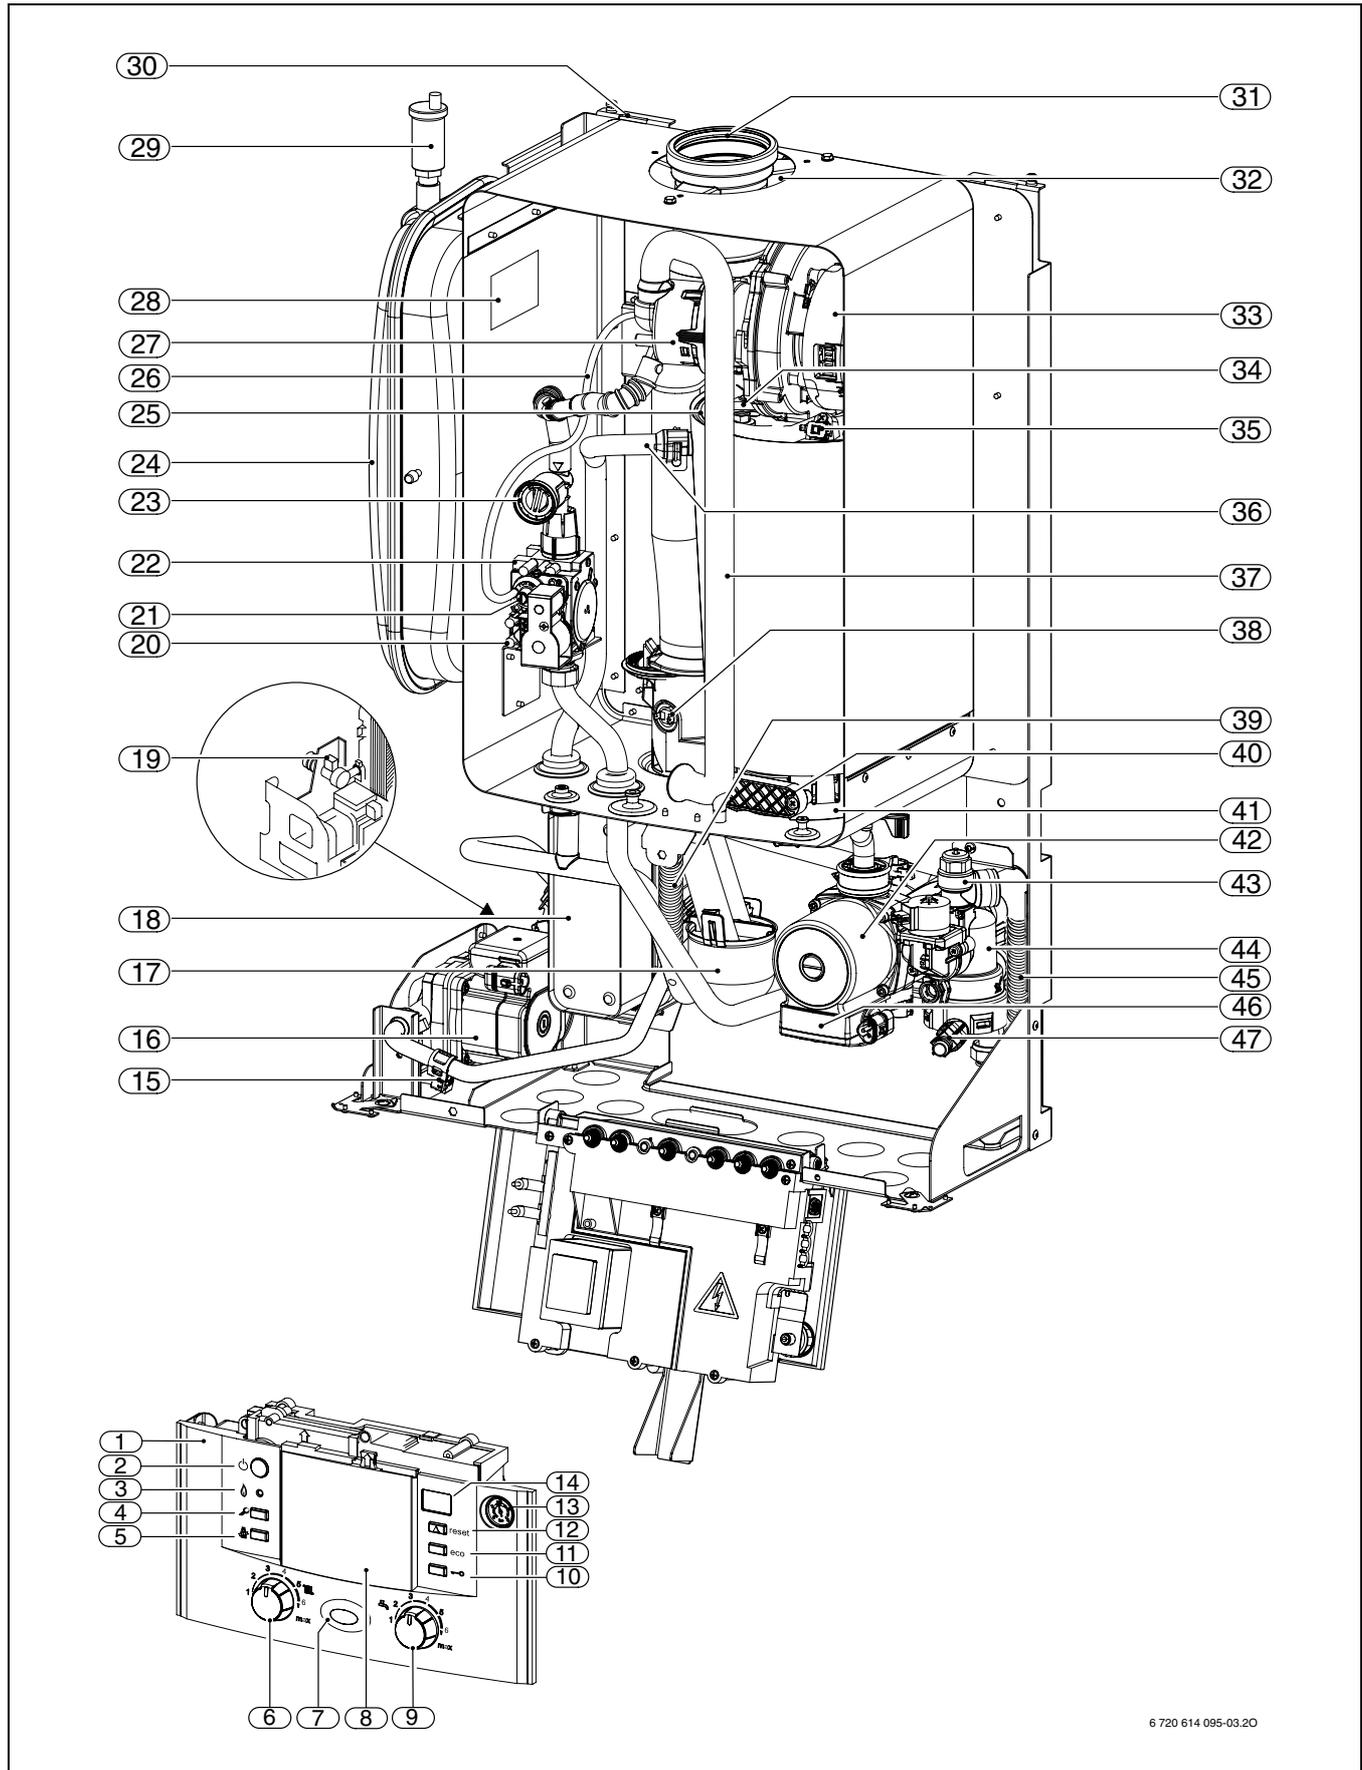

Fig. 3 Chaudière murale à gaz à condensation
La plaque signalétique (28) se trouve à l'intérieur, à gauche, dans le caisson étanche (→ figure 3, page 10).
Légende de la figure 3: